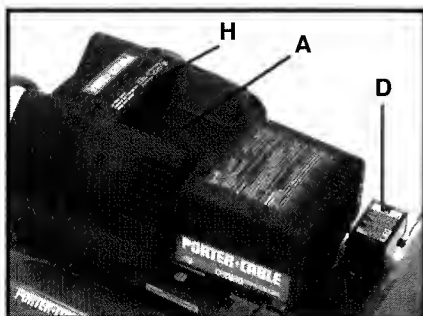

Fig. 1
Pompe du compresseur d'air (A) Fig. 1 : Pour comprimer l'air, les pistons montent et descendent dans les cylindres. À la descente, de l'air est aspiré par les soupapes d'admission. Les soupapes d'échappement restent fermées. Quand le piston remonte, l'air est comprimé. Les soupapes d'admission se ferment et l'air comprimé est expulsé par les soupapes d'échappement.
Manostat (D) Fig. 1 : Le manostat met automatiquement le moteur en marche lorsque la pression du réservoir chute sous la pression d'« enclenchement » établie en usine. Il arrête le moteur lorsque la pression du réservoir d'air atteint la pression de « déclenchement » établie en usine.
Filtre d'admission d'air (H) Fig. 1 : Le filtre est conçu pour purifier l'air entrant dans la pompe. Il doit toujours rester propre et exempt d'obstructions. Dévissez les deux vis de retenue du couvercle en sens anti-horaire pour le retirer et exposer l'élément filtrant.
- Inspectez le filtre d'admission d'air (H) Fig. 1. Nettoyez ou remplacez au besoin.